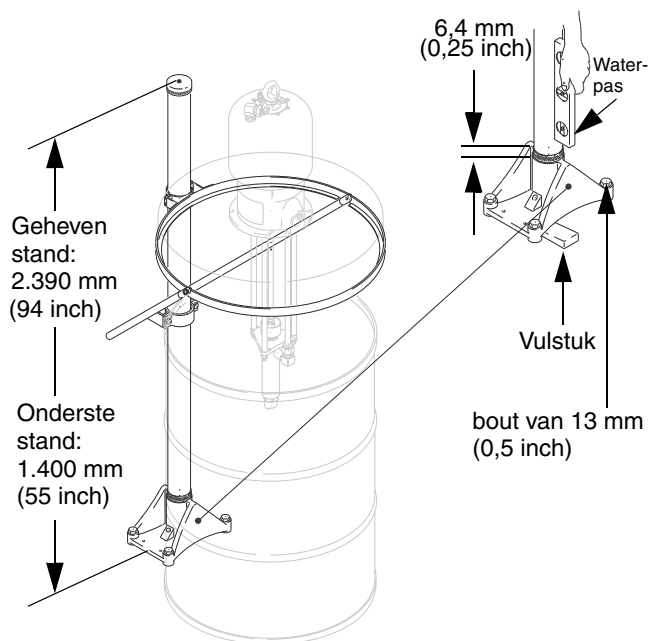

FIG. 2
Plaats de lift op een plek waar minstens 2,75 meter (9 ft) ruimte aanwezig is boven de lift. Markeer en boor gaten voor de bevestigingsbouten met een dikte van 13 mm (0,5 inch). Zie FIG. 2 en de maattekening op pagina 15. Plaats het draagvlak (17) waterpas en gebruik daarbij vulstukken indien nodig. Zet het draagvlak vast op de vloer en gebruik daarvoor bevestigingsbouten met een dikte van 13 mm (1/2 inch), die lang genoeg zijn om te voorkomen dat de lift omslaat.